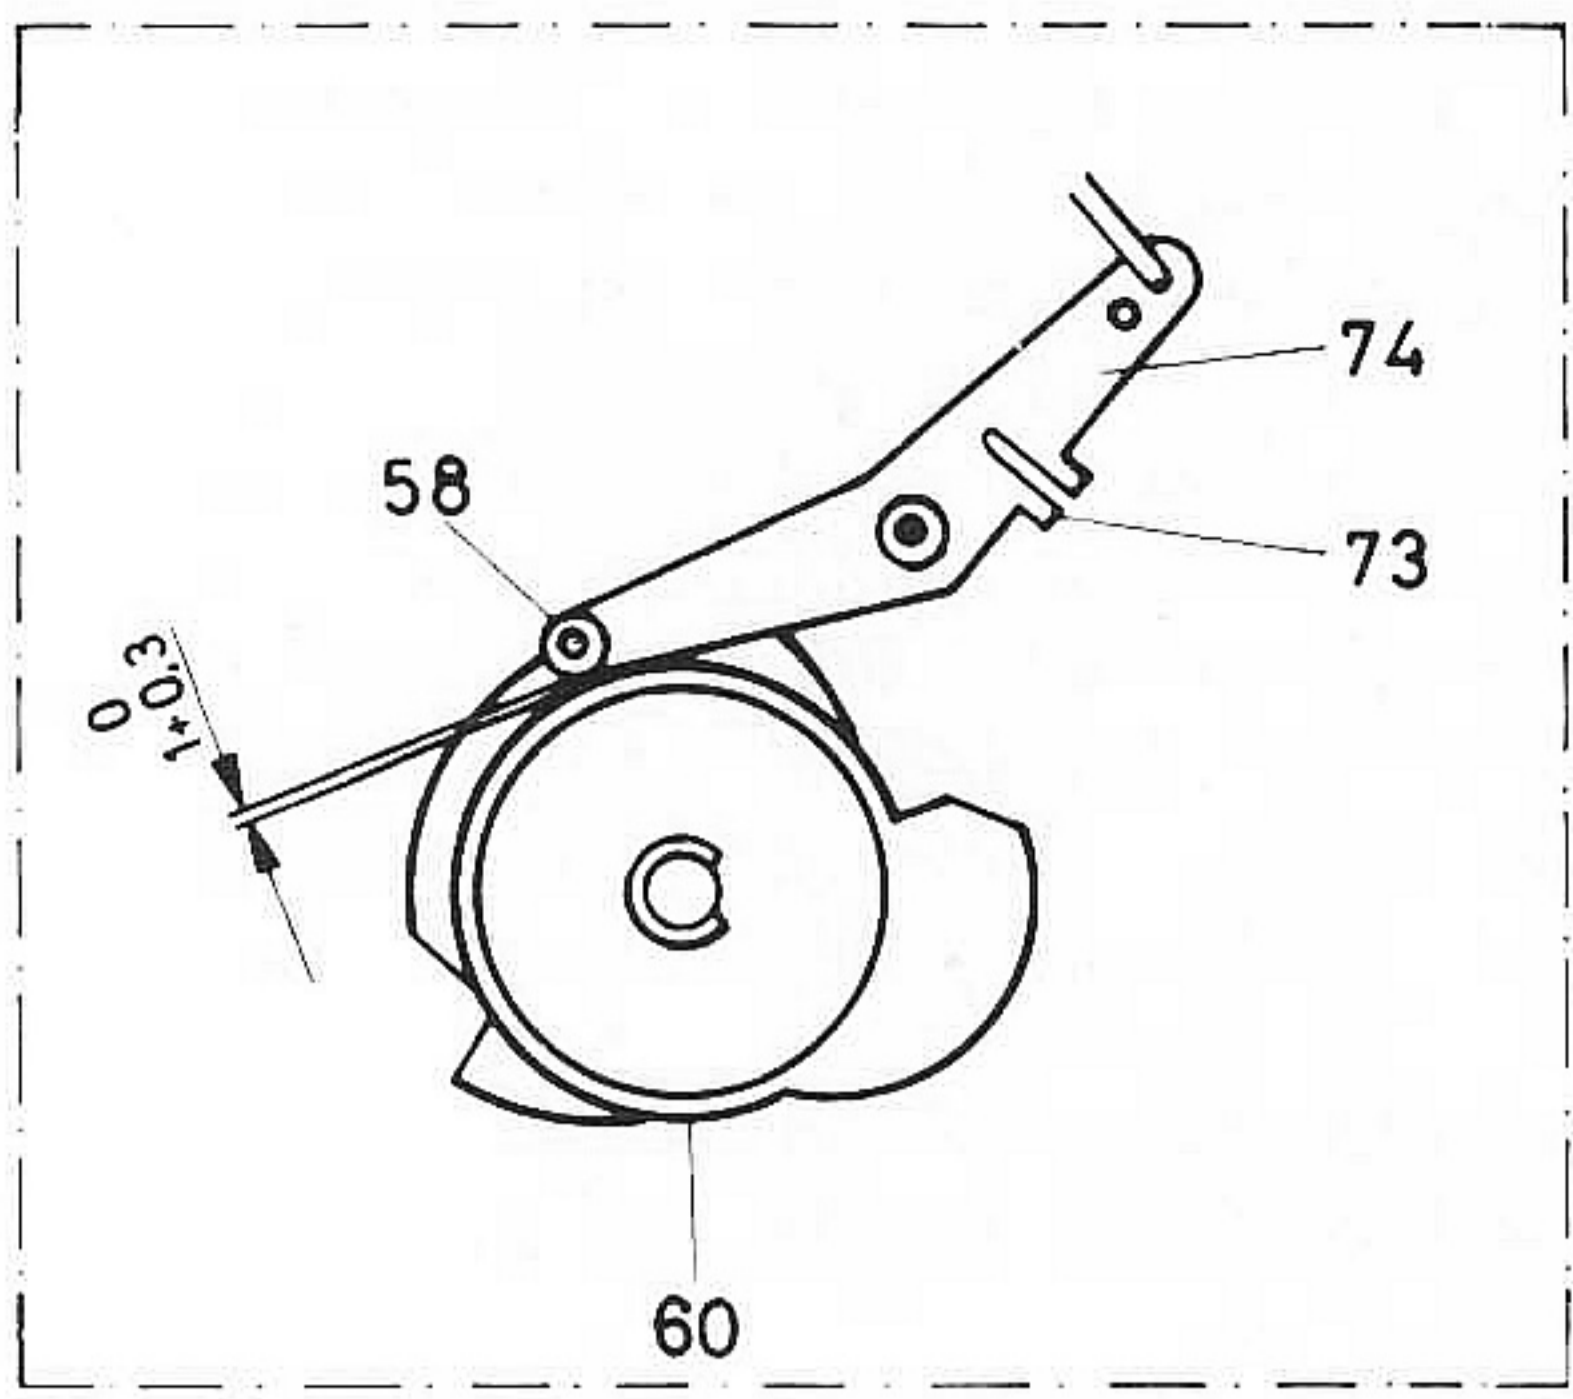

Fig. 27
Justering av manöverarm (74) fig 27
Obs! Den på sin lagertapp axiellt förskjutbara rullen (58) fig 27 får absolut ej smörjas. Detta gäller givetvis även den tapp varpå rullen är lagrad.